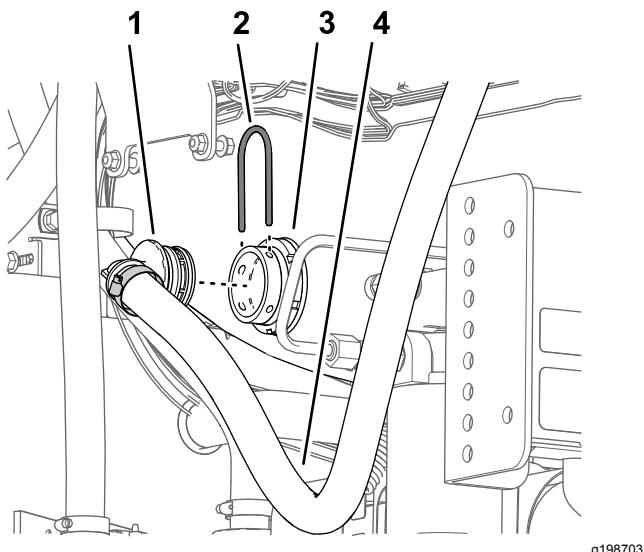

Figure 63
2. Retirez le grand étrier qui fixe le raccord à 90° cannelé situé à l'extrémité inférieure du flexible de dérivation au raccord de traversée de la cuve du pulvérisateur (Figure 63).